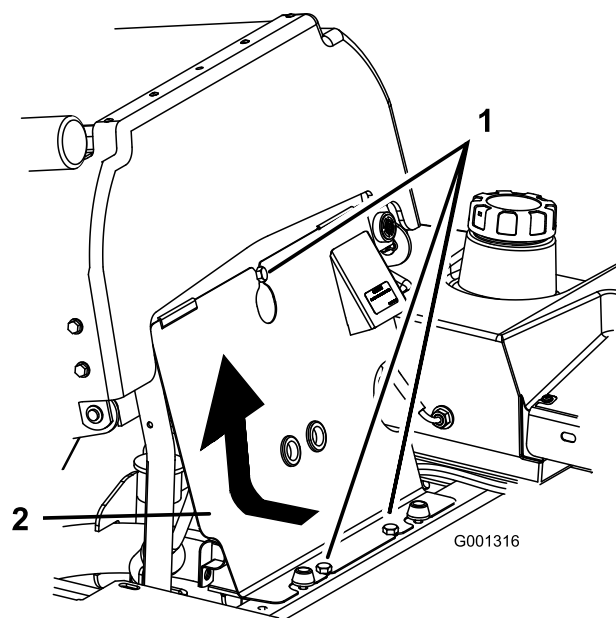

Figura 38
1. Inclinate il sedile in avanti, allentate i bulloni e togliete il pannello anteriore del motore (Figura 38).